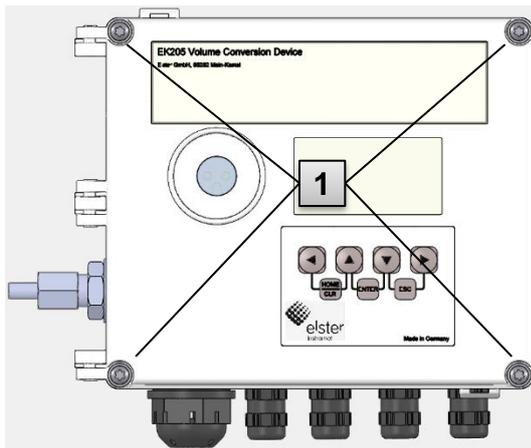

Abb. 23
1. Lösen Sie die vier Gehäuseschrauben (Abb. 23: **1**).
8. Schließen Sie das Gehäuse mit Hilfe der dafür vorgesehenen Schrauben (Abb. 23: **1**).